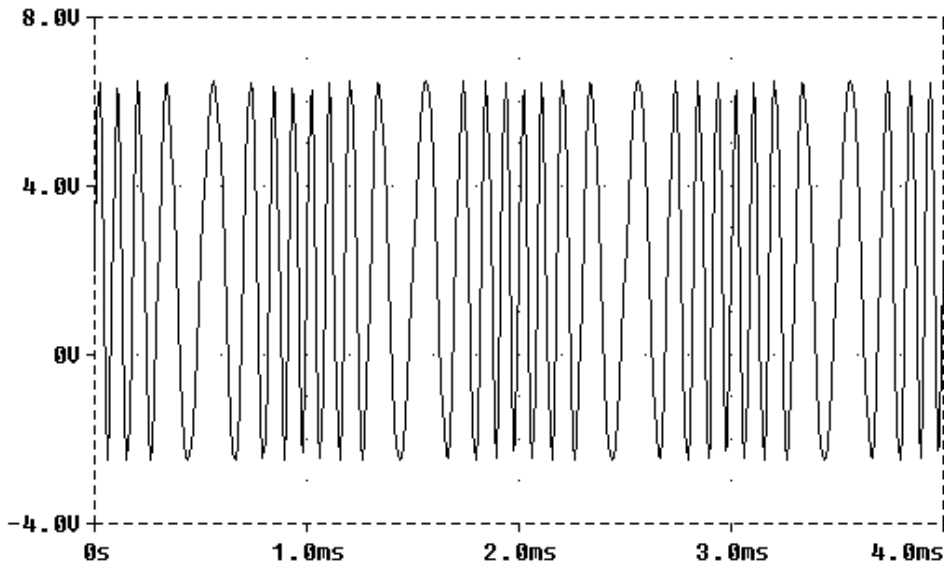

Figura 3.15. Semnal de tip SFFM
Semnificația parametrilor este dată în tabelul 3.11, cu referire la figura 3.15.
- Vmod 3 6 SFFM 2 4.5 8k 4 1k; (forma de undă din figura 3.15)